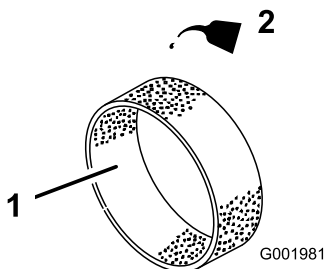

Figura 46
4. Ponga 30–60 ml de aceite en el elemento (Figura 46).